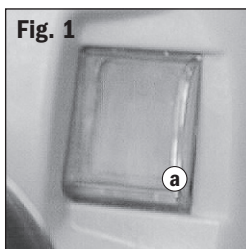
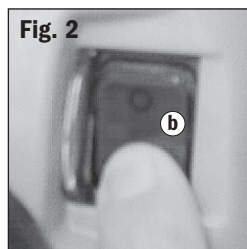

Fig. 1
Fig. 2
La protezione sull'interruttore trasparente **(a)** impedisce l'accensione accidentale della fresatrice **Fig. 1**. Deve essere spostata prima che la fresatrice possa essere accesa. La protezione rimane aperta fino a quando la fresatrice viene spenta. **Fig. 2**.
1. Girare l'interruttore di accensione (**b**) su "off", facendo chiudere la protezione (**a**) (**Fig. 1**). (La protezione si chiude e si blocca quando il blocco boccola è inserito.)